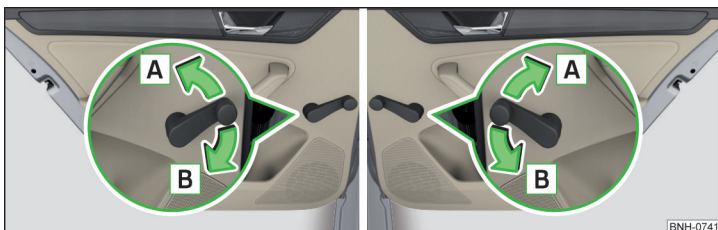

Fig. 49 Operarea geamului: stânga/dreapta
- Pentru **deschidere**, rotiți macaraua în sensul săgeții **A** » fig. 49.